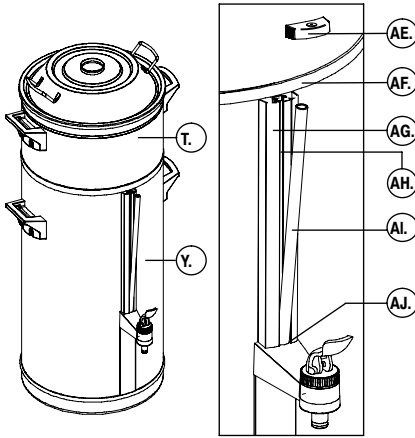

Fig. 10 Limpieza del indicador de nivel
- Limpie el indicador de nivel (ver fig. 10):